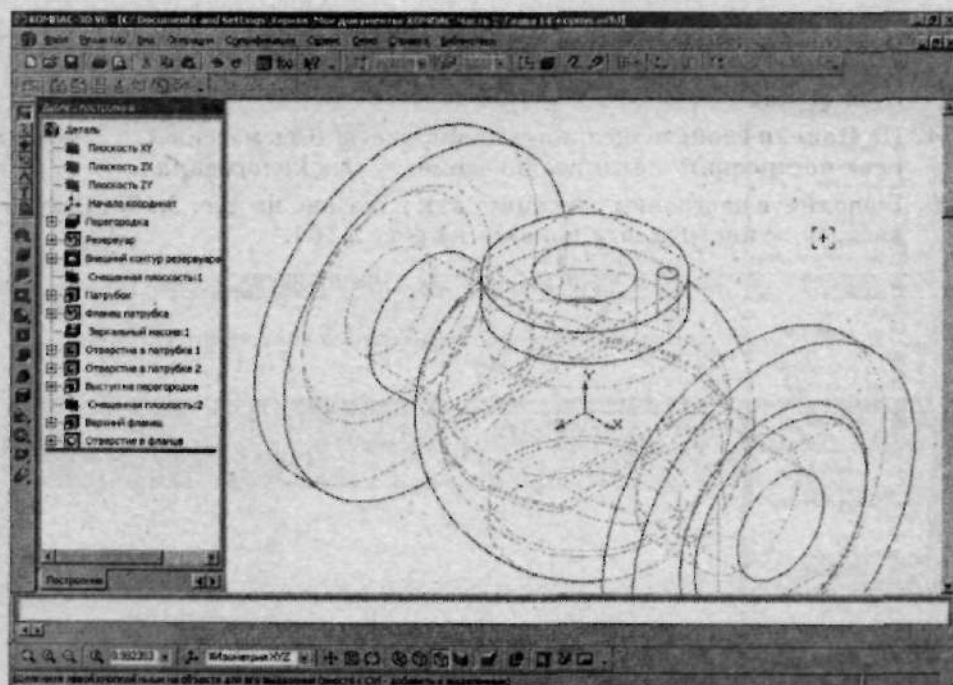

Рис. 2.161. Измените положение отверстия на фланце
19. Выйдите из режима редактирования эскиза и измените ориентацию модели на **#Изометрия XYZ** (рис. 2.161).